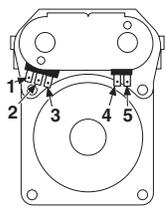

Figura 10 Terminales de la válvula de gas
3. Use un ohmímetro para determinar si ha fallado una bobina de válvula de gas. Retire los enchufes del mazo de alambres. Mida la resistencia a través de los terminales. Vea la figura 10. Las lecturas deben corresponder a las mostradas en la tabla. Si no fuese así, reemplace la bobina.